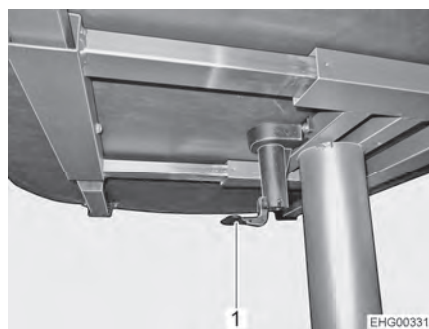

Bild 60 Hubtisch
- Den Hebel der zentralen Tischverriegelung (Bild 60,1) nach unten klappen.